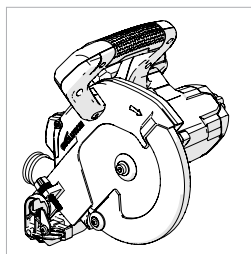

Fig. 5
- Der Schneidkopf (in der verriegelten Position, wenn aus der Verpackung entnommen) (**Abb. 5**)